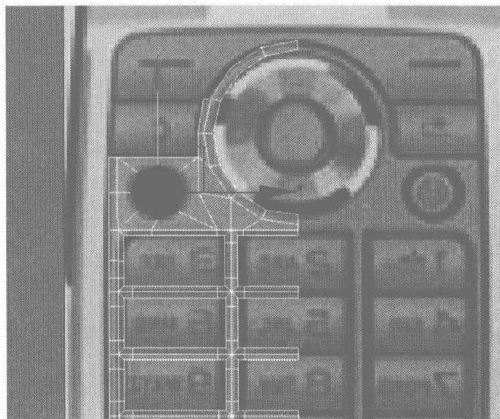
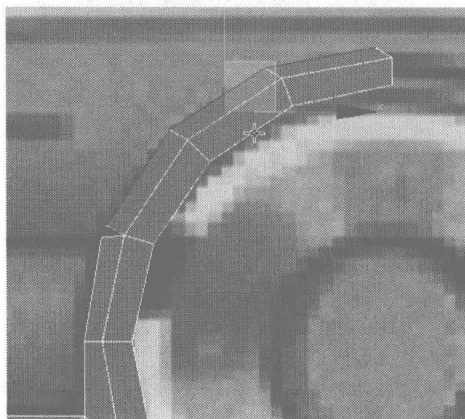
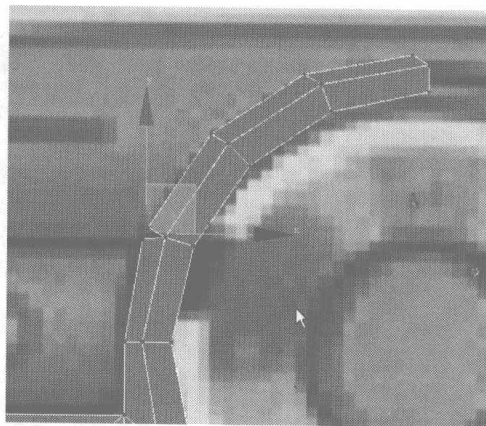

图 4.538
图 4.539
图 4.540
- 23** 选择如图 4.538 所示的按钮面，将其分离，再切换为边线编辑，在按住 Shift 键的同时选择如图 4.539 所示的边线进行拉伸，再选择如图 4.540 所示的两个节点，单击右键，在弹出的快捷菜单中选择 Collapse 命令，焊接节点。